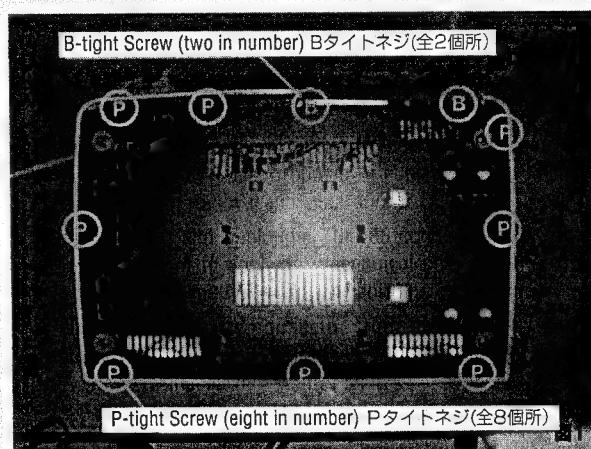

Figure. 1 / 図1
- [1] Place the unit upside down and remove the bottom chassis. (Screw locations shown in Figure 1)
- [1] 製品を天地逆の状態で設置し、ボトムシャーシを外して下さい。(ネジ位置：図1参照)
- [1] Put the chassis back to its place paying attention not pinching wires. (Screw locations shown in Figure 1)
線材の挟み込みに注意し、ボトムシャーシを組み付け下さい。(ネジ位置：図1参照)